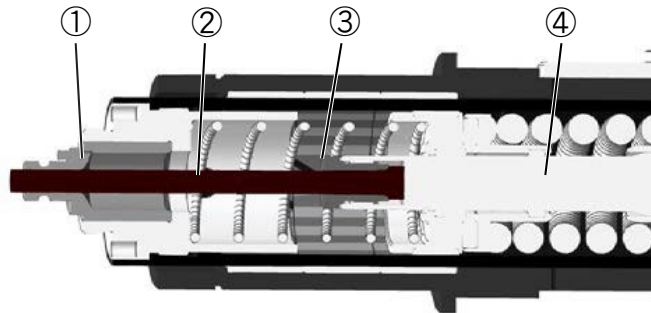

図 17: ガイドブッシュ、パンチ、パンチナット、パンチホルダの位置
1. パンチナット(図 17、③)にパンチ(図 17、②)に組付けます。
2. スピンドルハウジングのパンチホルダ(図 17、④)にパンチをセットしたパンチナットを挿入して下さい。
5. ガイドブッシュ(図 17、①)をスピンドルのヘッドピースに挿入し、止まるまで押し込んでください。